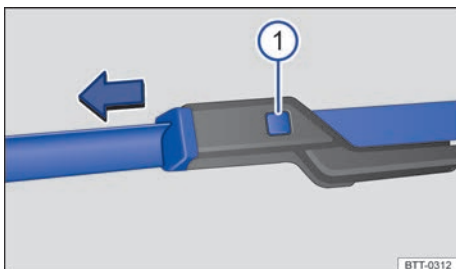

Fig. 272 En el parabrisas: cambiar las escobillas limpiacristales del parabrisas (berlina y Variant).
- Mantenga presionada la tecla de desbloqueo → fig. 272 ① y tire al mismo tiempo de la escobilla en el sentido de la flecha.